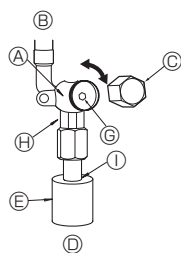
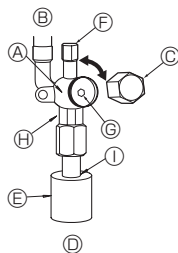

Fig. 4-5
Fig. 4-6
(1) Gaszijde (Fig. 4-5)
- ① Verwijder de kap en draai de kraanstang zo ver mogelijk tegen de klok in met behulp van een 5mm-inbussleutel. Stop met draaien wanneer de nok wordt bereikt. (ø15,88: Circa 13 omwentelingen)
- ② Let erop dat de afsluitkraan geheel open is en draai de kap terug naar de oorspronkelijke stand.
(2) Vloeistofzijde (Fig. 4-6)
- ① Verwijder de kap en draai de kraanstang zo ver mogelijk tegen de klok in met behulp van een 4mm-inbussleutel. Stop met draaien wanneer de nok wordt bereikt. (ø9,52: Circa 10 omwentelingen)
- ② Let erop dat de afsluitkraan geheel open is, druk de hendel in en draai de kap terug naar de oorspronkelijke stand.